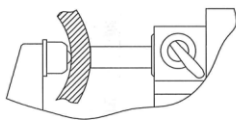

Рис. 4
6. Установите сферическую насадку на пятку микрометра, микрометр может измерять толщину трубки (рис. 4).